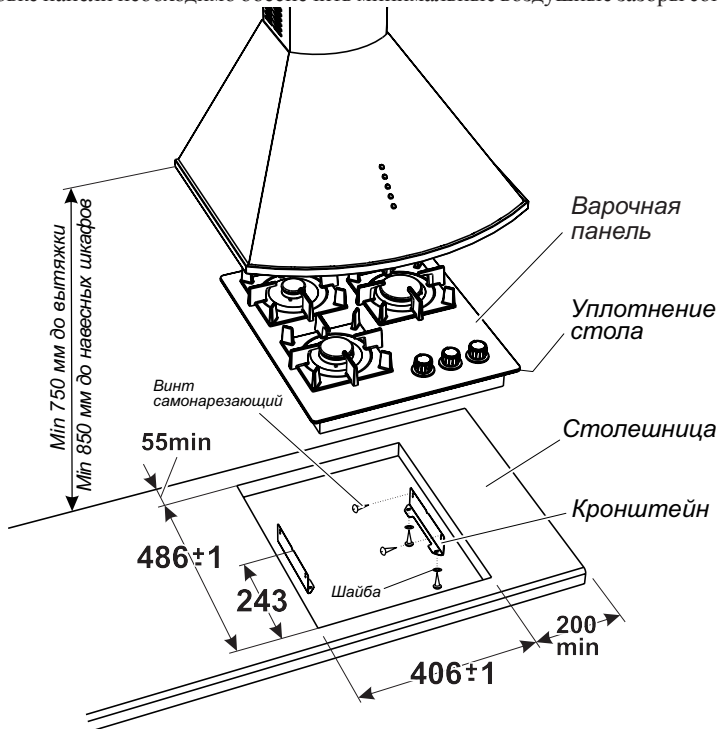

Рис. 10 МОДЕЛЬ ПВГ 2100; ПВГ 2100-01; ПВГ 2100-02
1. Точно разметить на столешнице контур проема под варочную панель в соответствии с рис. 10 - 18.